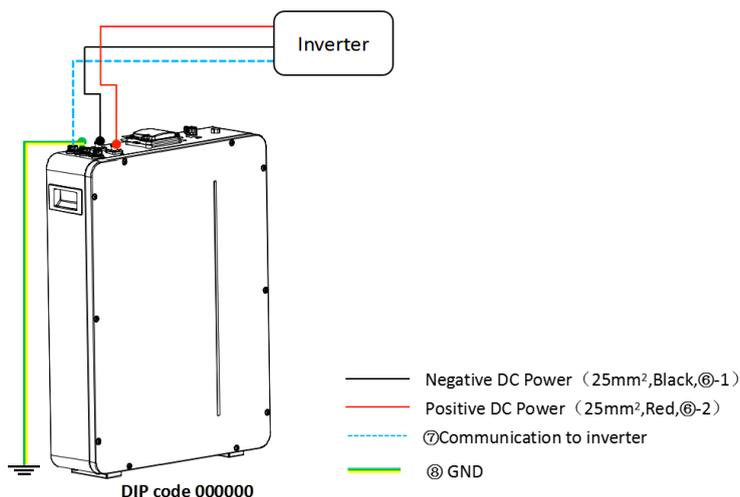

Fig. 4.1.1 Schema di collegamento del cavo del sistema a set singolo (5 kWh, potenza in uscita 2,5 kW)
6. Collegare l'altra estremità del cavo di comunicazione all'invertitore, fare riferimento alla Fig. 4.1.1.